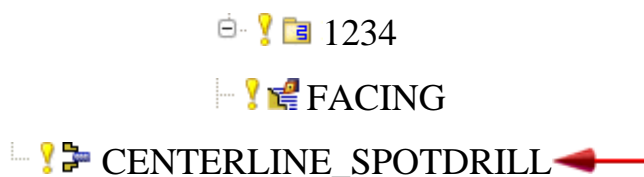

Рисунок 22 Создание операции
2. Нажмите «CENTERLINE_SPOTDRILL»  (рисунок 22)